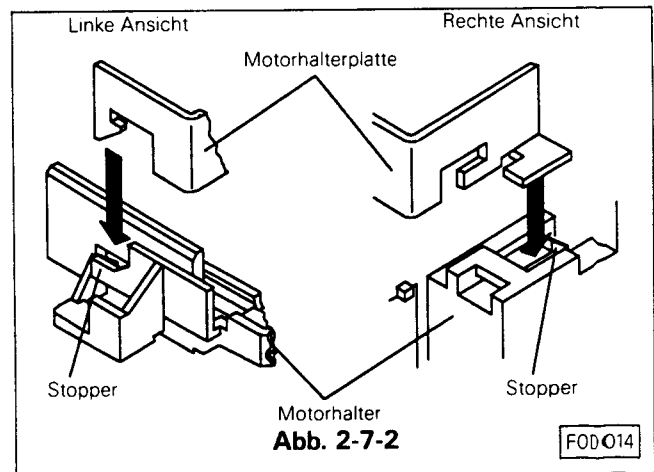

Abb. 2-7-2
- Die zwei Stoppersicherungsringe, den Motor und die Motorhalterplatte entfernen. (Siehe Abb. 2-7-2)